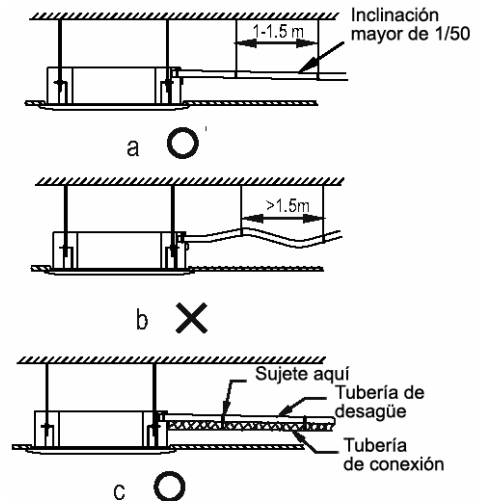

Figura 28
- Para impedir que el agua retroceda hacia el acondicionador cuando éste se pare, se debe inclinar el tubo de desagüe hacia afuera (lado de la salida) con una pendiente aproximada de 1/50. Hay que evitar curvas y lugares donde se deposite el agua. (Consulte la figura 28 a)
- Cuando la conecte, no tire con fuerza de la tubería de desagüe para impedir que arrastre el cuerpo. Asimismo, debe establecer un punto de apoyo cada 1~1,5 m para impedir que la tubería de desagüe cuelgue (figura 28.b). También puede sujetarla a la tubería de conexión (figura 38.c)